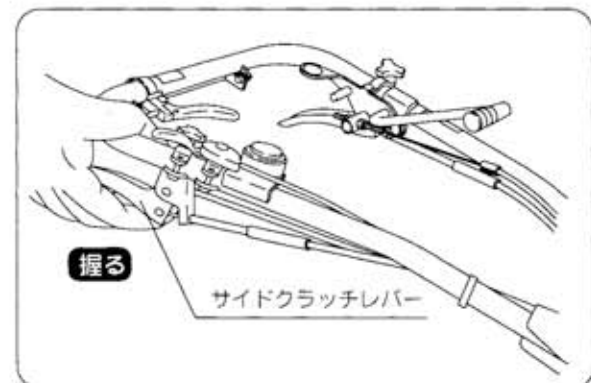

図20
- ③ スロットルレバーを上げて速度を調節します。
- ④ サイドクラッチレバーを握るとサイドクラッチが切れ、離すとクラッチが入ります。旋回したい方向のレバーを握りますと方向変換が出来ます。（図20）